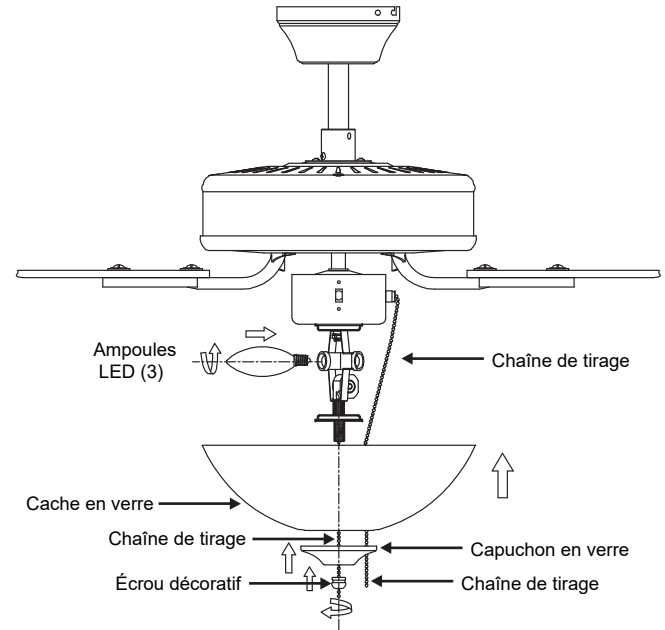

Fig. 17
Étape 1. Retirez le capuchon en verre et l'écrou décoratif du kit d'éclairage (Fig. 17).
Étape 2. Installez les ampoules LED (incluses) (Fig. 17).
Étape 3. Placez le cache en verre sur la tige du kit d'éclairage, fixez avec le capuchon en verre et l'écrou décoratif (Fig. 17).
Étape 4. Insérez les chaînes de tirage par l'œillet dans le cache et le capuchon. Fixez le capuchon en verre avec l'écrou décoratif (fourni). Ne pas trop serrer (Fig. 17).